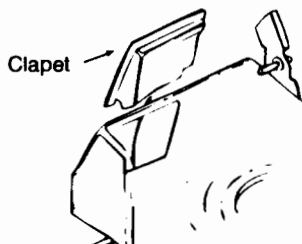

Figure 11
1. Relevez le clapet arrière et retirez l'obturateur du déflecteur de déchetage. Voir la figure 11.
1. Relevez le clapet d'éjection arrière et installez le bouchon de déchetage arrière. Voir la figure 11.